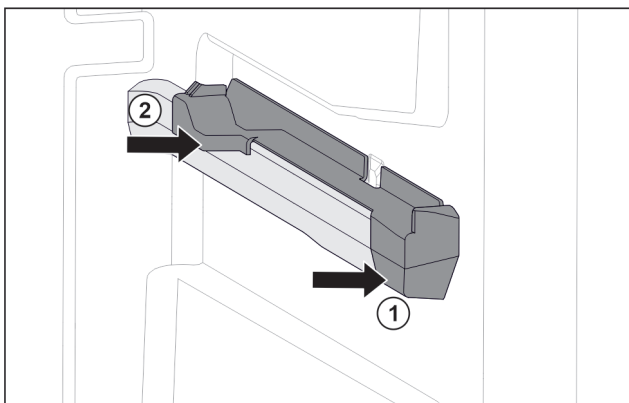

Fig. 66 右侧容器肋梁上的插装件
- ▶ 将插装件前部放到容器肋梁上。 Fig. 66 (1)
- ▶ 压紧插装件后部。 Fig. 66 (2)